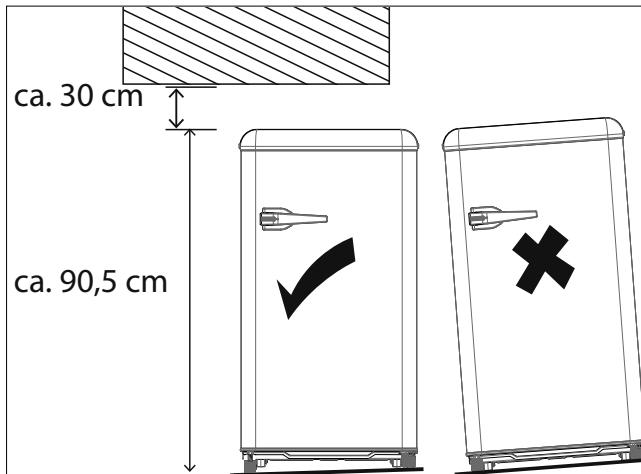

Fig. 4 – Hauteur minimale de la pièce, alignement de l'appareil
- Alignez l'appareil horizontalement et compensez les inégalités du sol en vissant plus ou moins les pieds réglables (3) (voir Fig. 4).